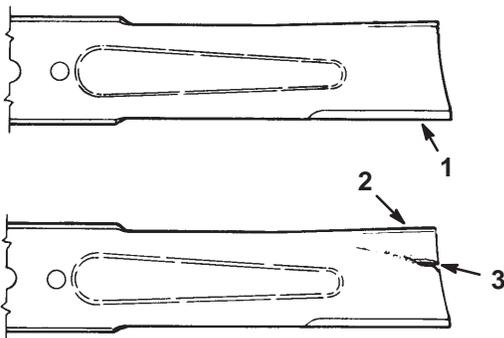

Bild 27
1. Untersuchen Sie die Schnittkanten (Bild 27).
3. Untersuchen Sie die Schnittmesser, insbesondere den gebogenen Bereich (Bild 27).
4. Montieren Sie, wenn Sie Schäden, Verschleiß oder Rillenbildung in diesem Bereich feststellen (Bild 27), sofort ein neues Schnittmesser.